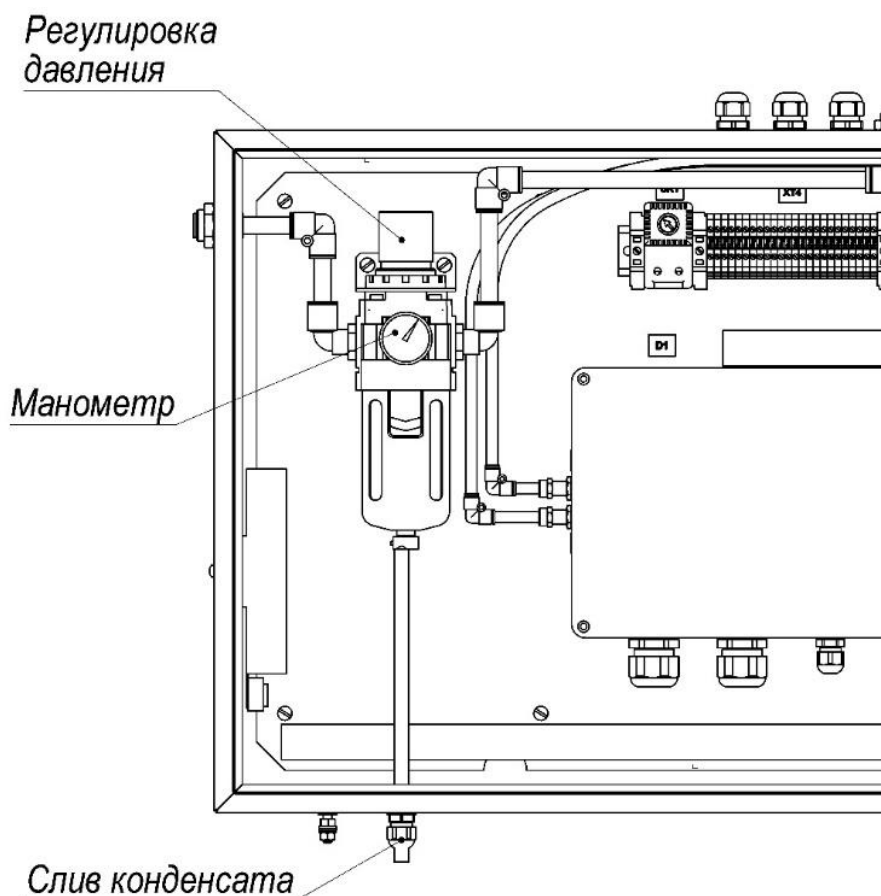

Рисунок 16
- 3) подать на фильтр сжатый воздух, по манометру ВМО (рисунок 16) проверить значение его давление. Если уровень давления не соответствует 0,5-0,55 МПа (5,0-5,5 бар), регулировать до нужного значения, вращая ручку на ВМО;
- 2) выпустить конденсат, нажав на штуцер, расположенный на нижней стенке пульта управления (рисунок 16);